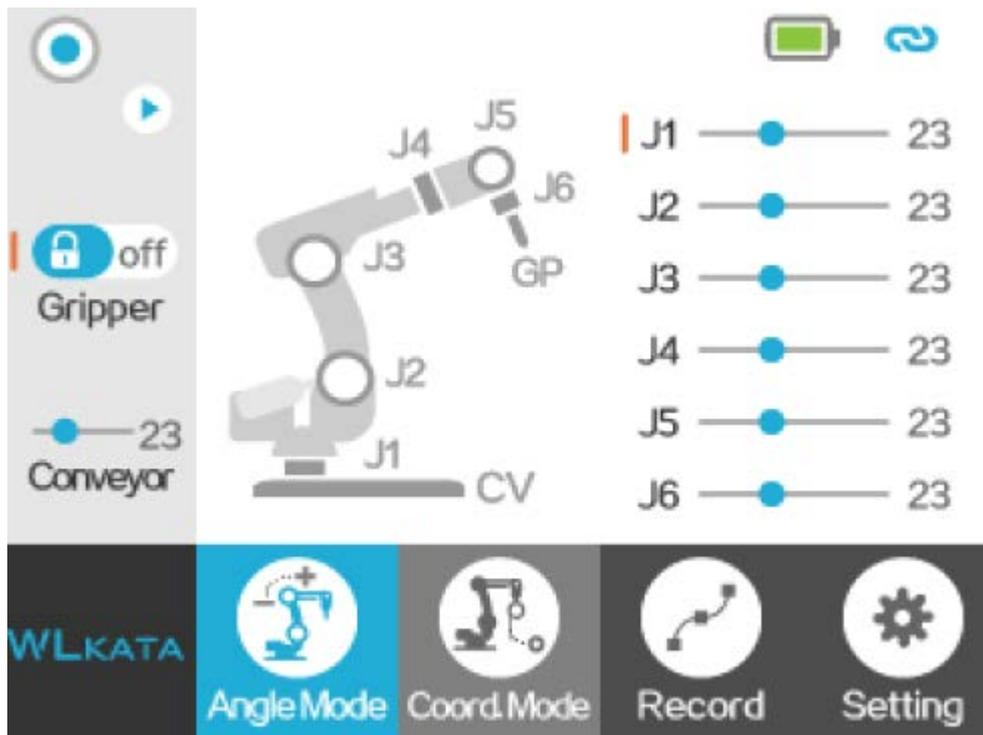

图 2.53 蓝牙示教器的角度模式
(1) 将蓝牙示教器页面切换为角度模式页面，如图 2.53 所示。